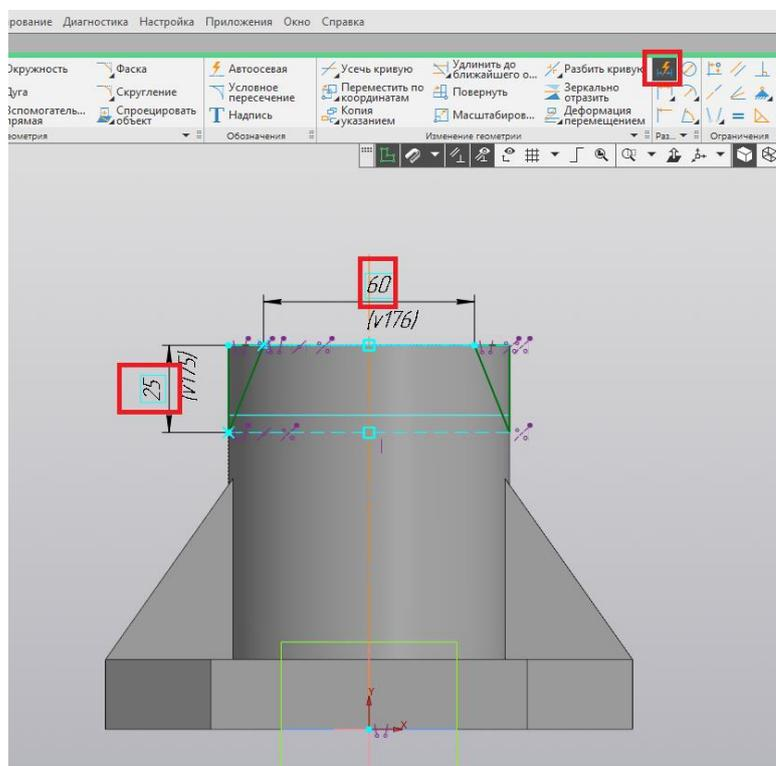

Рис. 36
33. При помощи команды «Авторазмер» проставляем заданные размеры (рис. 36).